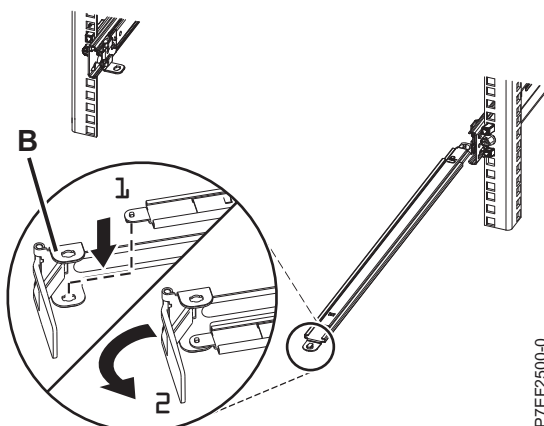

Figura 11. Fixando o Suporte de Parada da Organização de Cabos no Braço do Suporte
3. Localize o orifício no canto da parte interna do suporte de parada para organização de cabos na forma L (B). Posicione a extremidade não conectada do braço do suporte de forma que a presilha de travamento no lado inferior de sua ponta seja alinhada com o orifício do suporte. Insira a guia no orifício (1) e gire o suporte (2) para prendê-lo ao braço de suporte. Para obter detalhes, consulte Figura 11.